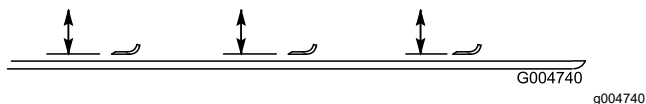

Figure 125
2. Tournez la lame dans le sens longitudinal et mesurez la distance entre l'intérieur de l'unité de coupe et le tranchant à l'avant de la lame (Figure 125).